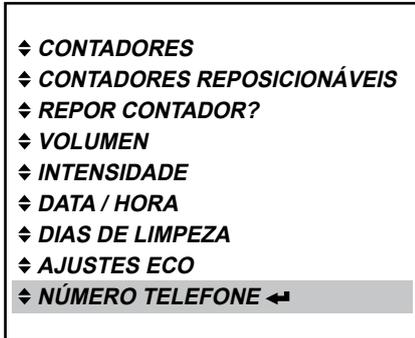

Fig. 62
- Prima a tecla Enter ↵ para acessar o menu «NÚMERO TELEFONE». (Fig. 62)